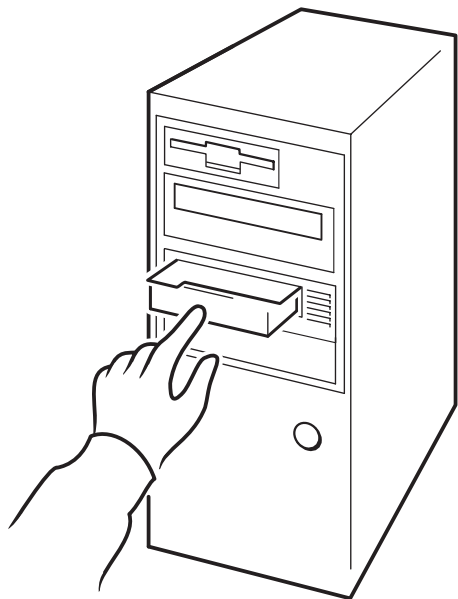

Figure 12a : utilisation de HP OBDR, étape 1
- 1 Soulevez le volet d'insertion de la cartouche et insérez la dernière cartouche amorçable dans le lecteur (voir figure 12a). La cartouche doit être enregistrée par une application de sauvegarde enregistrant les données sur bande au format CD-ROM.